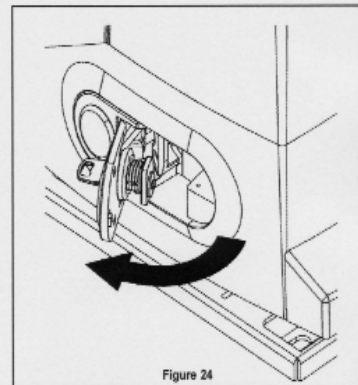

Figure 24
- c) Tirer légèrement vers l'extérieur la clé pour faire sortir le portillon, puis tirer celui-ci vers l'extérieur jusqu'à son arrêt (fig. 24); le portillon, doté d'une came, désaccouple la transmission.